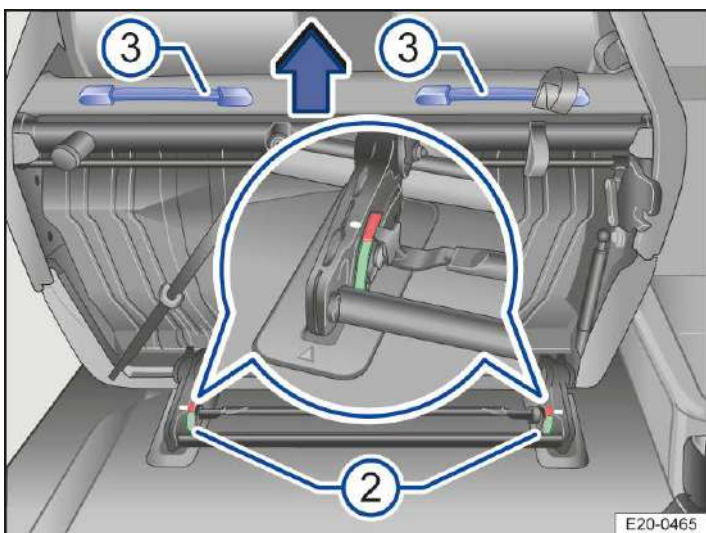

Abb. 2 Zweite Sitzreihe: Zweier-Sitzbank ausbauen.
3. Gestänge → Abb. 1 (1) so lange in Pfeilrichtung ziehen, bis sich beide Verriegelungsanzeigen → Abb. 2 (2) im roten Bereich befinden.